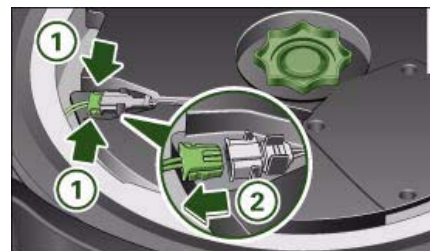

Fig. 224 Hueco par la rueda de repuesto:
- Comprima las pestañas ⇒ fig. 224 ① del conector.
- Extraiga el conector ② y deposite el cable extraído a un lado.